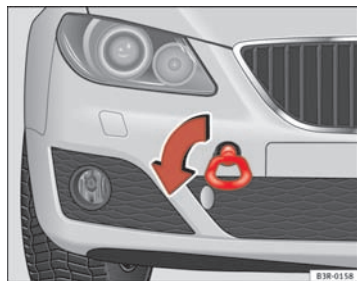

Fig. 248 Vissage de l'œillet de remorquage avant
- Vissez l'œillet jusqu'à la limite vers la *gauche*, dans le sens indiqué par la flèche ⇒ fig. 248. ■